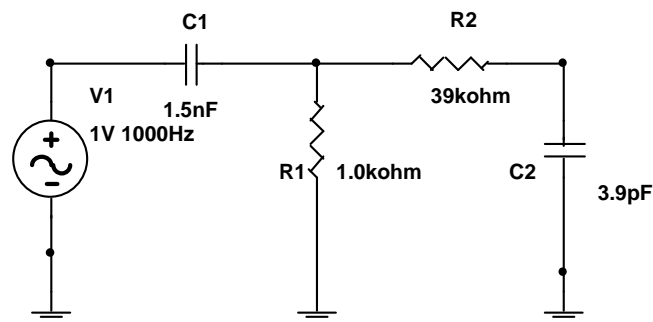

Figura 10.12. Filtro pasa-bandas
*Este es un filtro que se compone de un filtro pasa bajas y uno pasa altas conectados en cascada, figura 10.12*